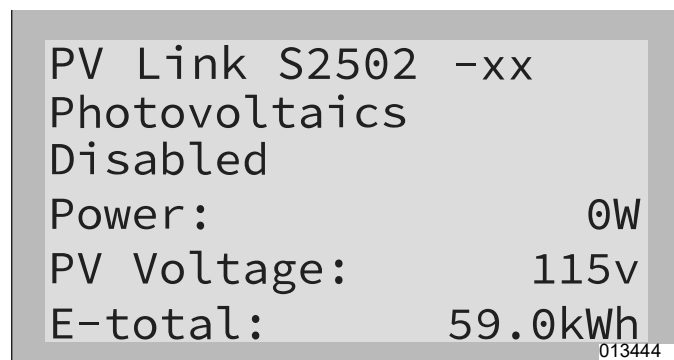
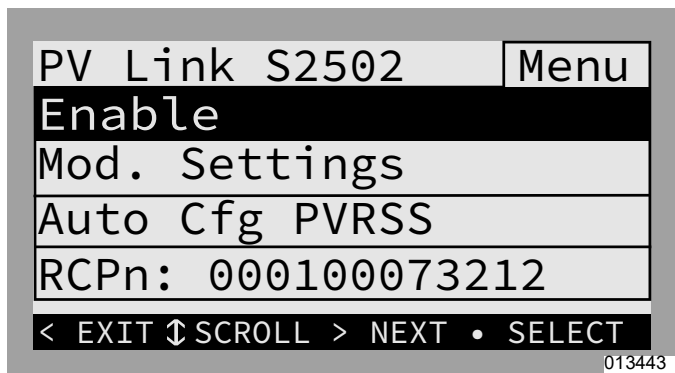
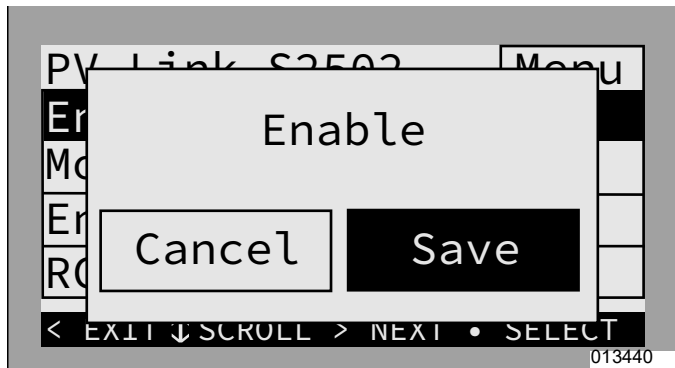

Figura 7-10. Activación de dispositivos REbus (1 de 3)
Figura 7-11. Activación de dispositivos REbus (2 de 3)
Figura 7-12. Activación de dispositivos REbus (3 de 3)
10. Una vez que el inversor está activado y en estado “grid connected” (conectado con la red), desplácese hacia la derecha y active cada PV Link y batería PWRcell, repitiendo el proceso recién realizado para el inversor. Consulte la Figura 7-10, la Figura 7-11 y la Figura 7-12. Además, consulte la Sección 6: Ajuste para la integración del generador de CA \(opcional\) para obtener más información.